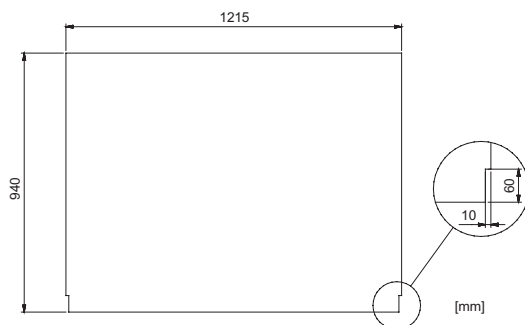
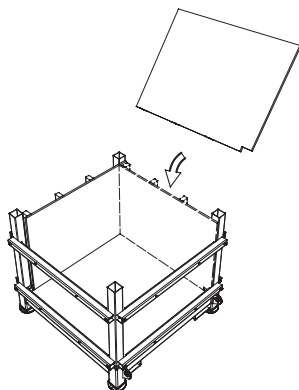

Figure 23. Dimensions de la planche latérale pour gravier.
Figure 24. Positionnement des planches latérales.
- 5.2. Coupez quatre planches dans du contreplaqué de coffrage de 18 mm conforme à la norme EN 636-3 au format indiqué sur la Figure 23. Positionnez les planches l'une après l'autre sur la base, les encoches vers le bas, appuyées contre les supports de coffrage, voir Figure 24. Les planches doivent s'appuyer sur le cadre inférieur et non sur la plaque du fond. Fixez les planches aux supports de coffrage à l'aide de vis à bois. Lorsque toutes les planches sont en place et forment un caisson, passez à l'étape 6 pour monter le cadre supérieur.